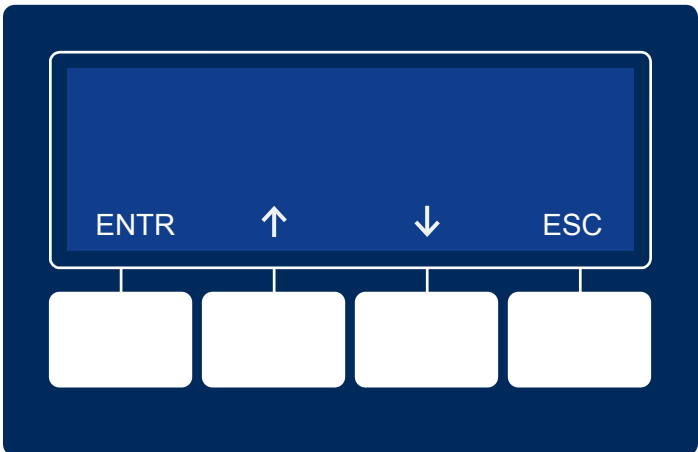

Fig. 3-2, Navegação pelas telas de menu
**Mover para cima e para baixo no menu:** Pressione a tecla de seta para cima ou para baixo para acessar os itens de menu na tela ativa (veja a Fig. 3-2). Ao pressionar a tecla de seta sobe ou desce nos itens do submenu. Pressione ENTR para acessar a próxima opção do menu. Pressione ESC para retornar à tela anterior.